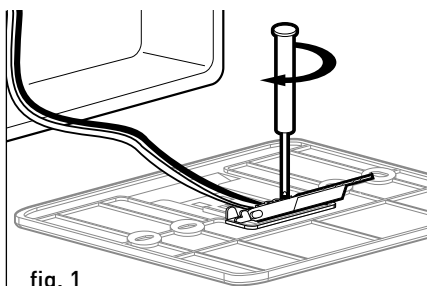

fig. 1
- prima di collegare i fili alla base dell'interfaccia di sistema, far scorrere la linguetta di protezione del connettore e sollevarla (fig.1),